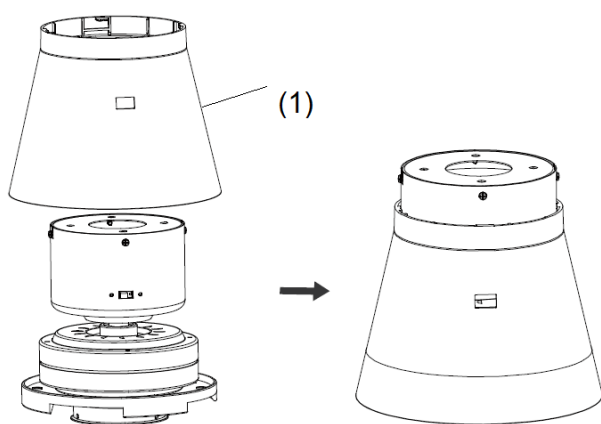

Fig. 3
- Installez le boîtier du moteur (1) sur le bloc moteur. (Fig.3)